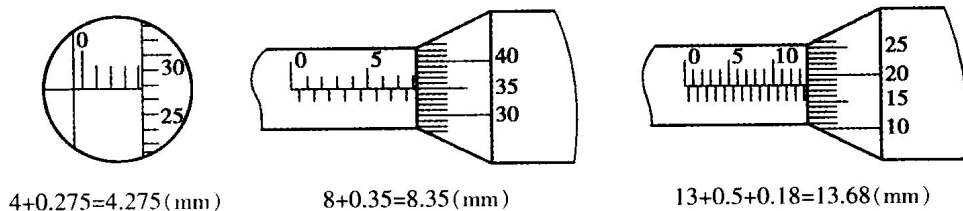

图 1-9 外径千分尺的读数方法
(3)将固定套筒读数与微分筒读数相加就是工件的测量尺寸, 即被测工件尺寸=副尺所指的主尺刻度值+主尺纵线所对应副尺的刻度值 $\times 0.01$, 如图 1-9 所示。